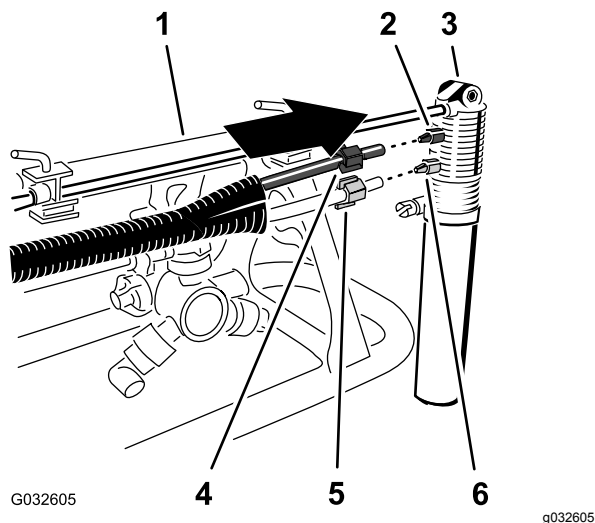

Рисунок 23
1. Наденьте синюю зажимную гайку на конец синей трубки и белую зажимную гайку на конец прозрачной трубки (Рисунок 23).
2. Совместите конец прозрачной трубки с белой зажимной гайкой на белом фитинге насадки пенного маркера и затяните зажимную гайку от руки (Рисунок 23).
3. Совместите конец синей трубки с синей зажимной гайкой на синем фитинге насадки пенного маркера и затяните зажимную гайку от руки (Рисунок 23).